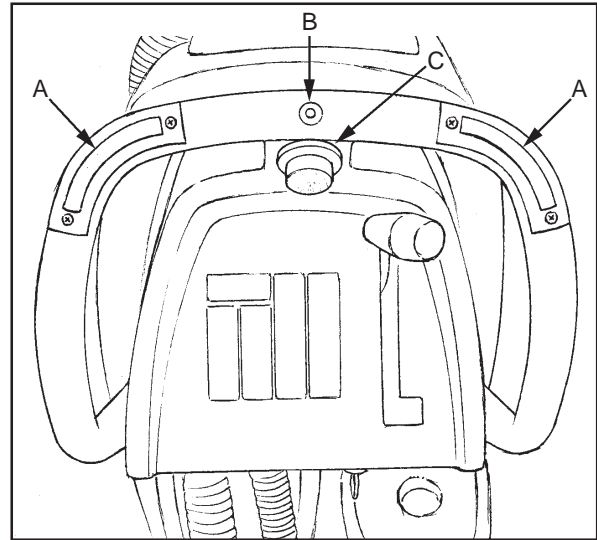

Figure 28
5. Lorsque l'un des interrupteurs gauche ou droit AV/AR (figure 28, A) est enclenché, la machine se déplace vers l'avant ("L" models only).
6. Appuyez sur le bouton de la vitesse de traction (figure 28, C) pour contrôler la vitesse ("L" models only).
8. Pour faire reculer la machine, appuyez sur le bouton de marche arrière blanc à gauche et à droite (figure 28, B) en même temps que vous appuyez sur l'un des boutons droit ou gauche de marche AV/AR (figure 28, A) ("L" models only).